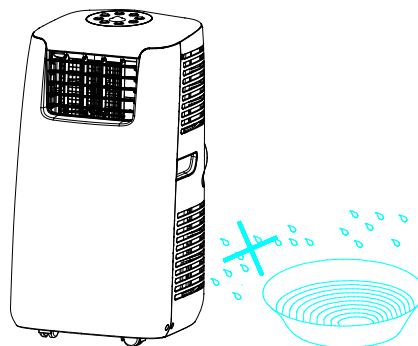

FIG.3
- Não utilize em ambientes húmidos ou molhados (Fig. 3).